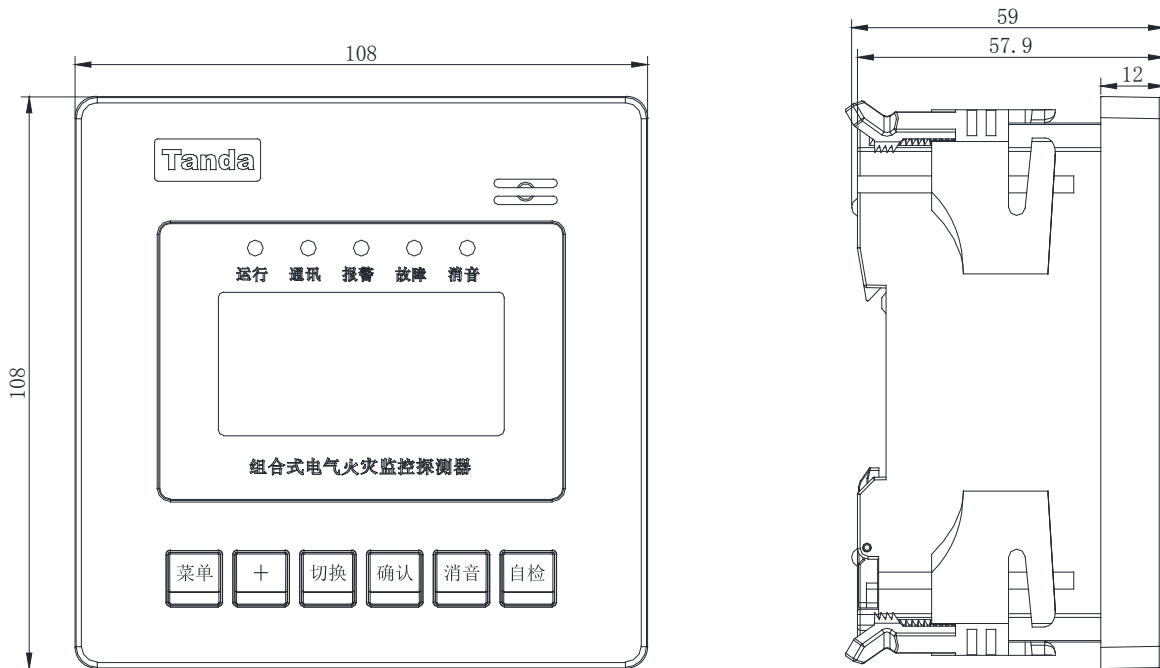
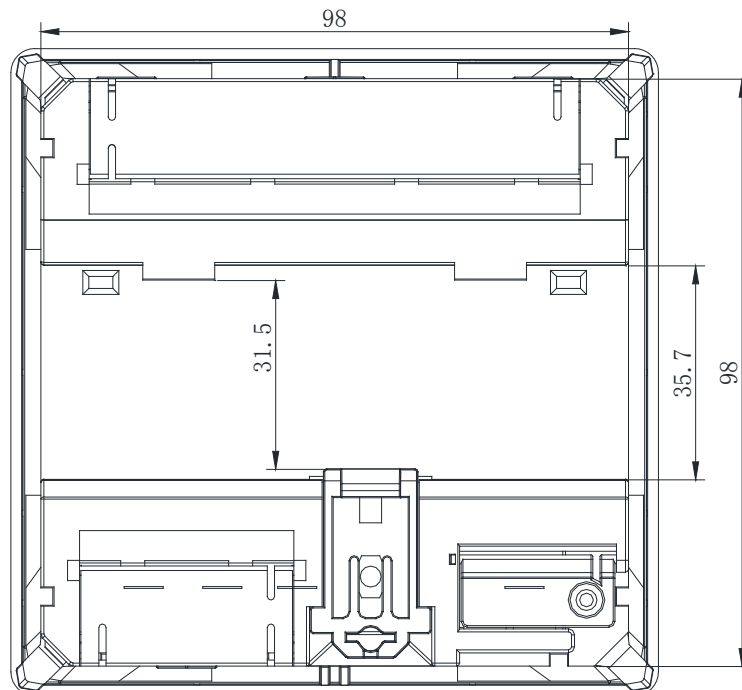

图 1 TE3301 系列探测器外形尺寸示意图
图 2 TE3301 系列探测器底座外形尺寸示意图
1.1 TE3301 系列组合式电气火灾监控探测器及底座的外形尺寸示意图如图 1、图 2 所示。